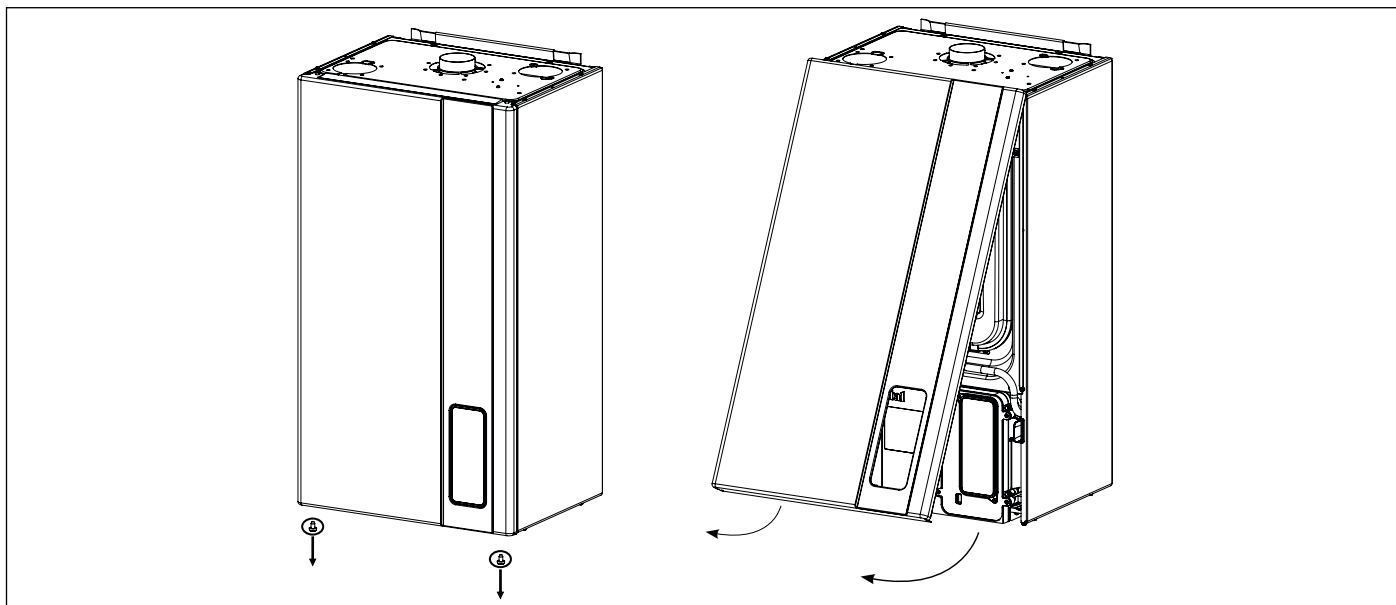

Рис. 20 Зняття передньої панелі
- Зняти передню панель котла (дивись Рис. 20 Зняття передньої панелі).